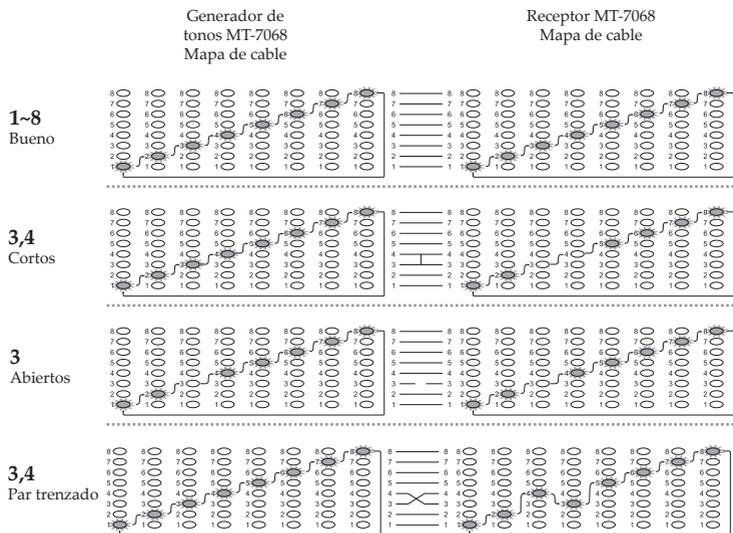

Figura 7 Buen cableado, cortos, abiertos, pares cruzados
4. Puede usar el generador de tono y sonda MT-7068 para validar el mapa de cable en conectores RJ11 y RJ45. La función de mapa de cable encuentra el estado de cableado más común en cableado de par trenzado: buen cableado, cortocircuito, pares abiertos cruzados como se muestra en la Figura 7.